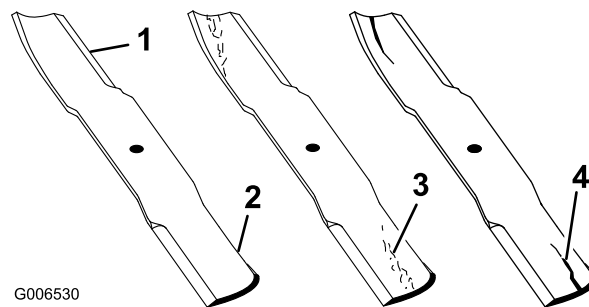

Figura 42
1. Inspeccione los filos de corte (Figura 42). Si los bordes no están afilados o tienen mellas, retire las cuchillas y afílelas; consulte Cómo afilar las cuchillas.
2. Inspeccione las cuchillas, especialmente la parte curva (Figura 42). Si observa daños, desgaste o la
formación de una ranura en esta zona (elemento 3 en la Figura 42), instale inmediatamente una cuchilla nueva.